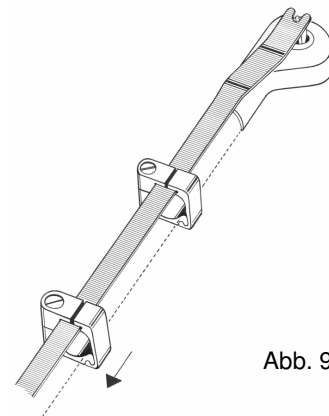

Abb. 9
2. Beide Klemmbacken voneinander distanzieren (Abb. 9) und etwa in den Abständen entsprechend der Gesamtabbildung (Abb. 2) fixieren. Schraubenhaltervorrichtung ausrichten und Befestigungsschrauben der Klemmbacken festziehen. Bitte achten Sie darauf, daß die Klemmbacken mit der Haltefeder parallel ausgerichtet werden.